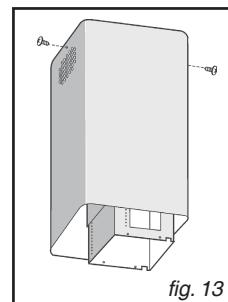

fig. 13
- Prenez le tuyau supérieur (celui ayant les ouvertures rondes) et enfiler-le sur la structure télescopique, les ouvertures vers le haut; fixez le tuyau sur l'étrier à l'aide de 2 vis (Fig. 13). Prenez le tuyau inférieur et enfilez-le de la même manière que l'autre; faites-le coulisser vers le haut et bloquer-le dans cette position à l'aide d'un ruban adhésif (Fig. 9).